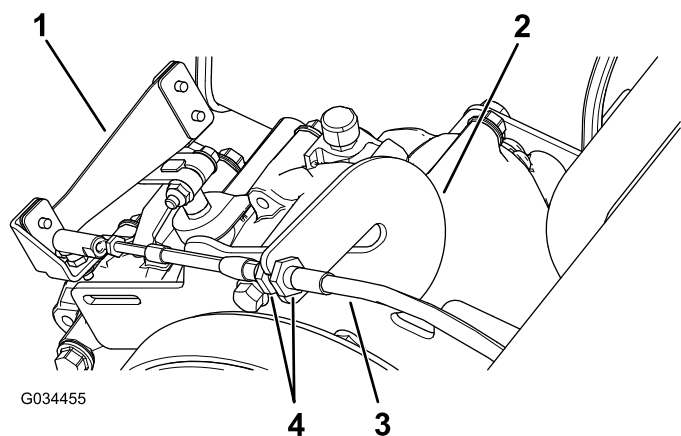

Figura 58
1. Afloje las contratueras del cable del cambio de marchas y ajústelas según sea necesario (Figura 58).
- Compruebe la posición del cambio de marchas girando el selector de marchas a las 3 posiciones diferentes y compruebe si la palanca de cambios (Figura 58) se desplaza correctamente al cambiar de marcha; consulte Palanca de cambios e indicador del cambio de marchas (página 13).